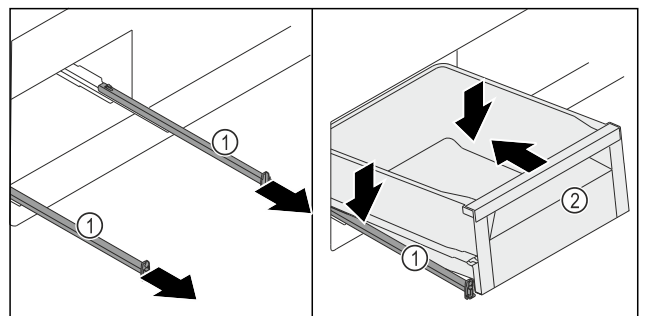

Fig. 132
- ▶ Schienen Fig. 132 (1) herausziehen.
- ▶ Schienen Fig. 132 (1) festhalten und Schubfach Fig. 132 (2) schräg von oben auf den Schienen Fig. 132 (1) aufsetzen.
- ▶ Schubfach Fig. 132 (2) auf den Schienen Fig. 132 (1) bis zum Anschlag nach hinten schieben.